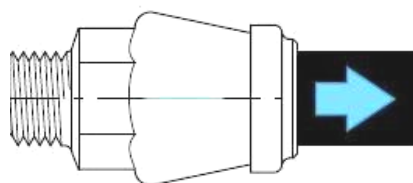

Figura 4
5. Ritirare il tubo (bloccare l'anello di bloccaggio) (v. figura 4)